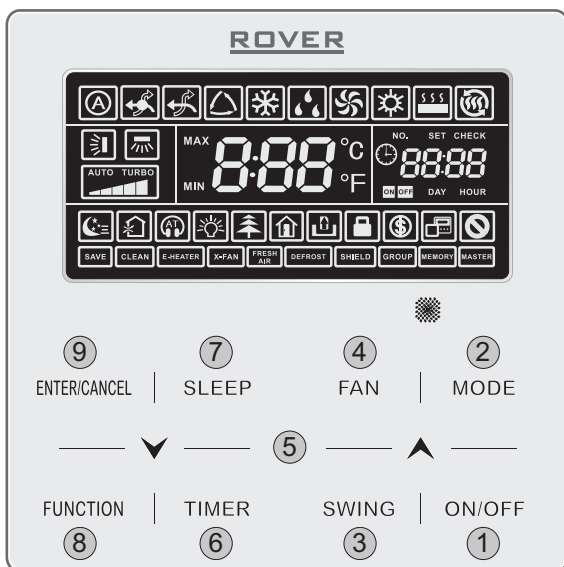

Рис. 8.7.
8.5.3. Проводной пульт управления RVR-E-ХК46 (рис. 8.7.)